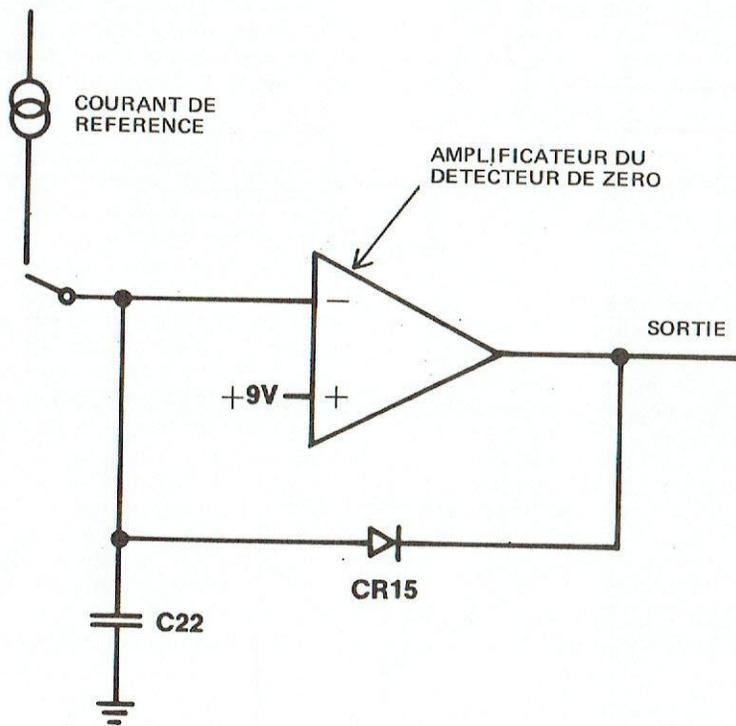

Figure 4-8 SCHEMA DE PRINCIPE DU DETECTEUR DE ZERO
**4.34.** Le détecteur de zéro est un amplificateur différentiel réalisé à partir des transistors Q22, Q23, et Q25 comme le montre la figure 4-8. Quand le système de mesure est au repos, le courant de réf-